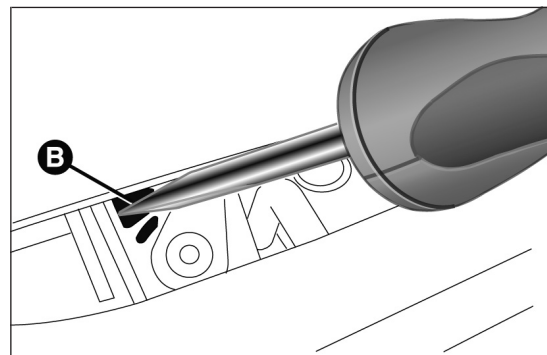

fig. 81
- introduire ensuite le tournevis dans le logement B fig. 81 de manière à déclipser la languette de déverrouillage du coffre à bagages.